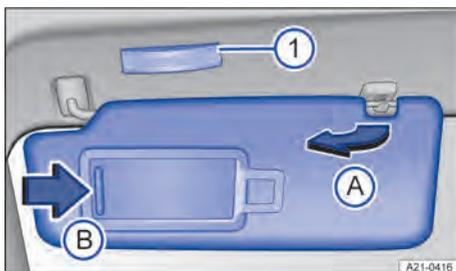

Fig. 87 No revestimento do teto dianteiro: para-sol.
2. Desencaixar do suporte e rebater na direção das portas → Fig. 87 Ⓐ.
1. Empurrar a cobertura no sentido da seta → Fig. 87 Ⓑ.
A lanterna → Fig. 87 ① se apaga quando a cobertura do espelho de cortesia for fechada ou o para-sol for virado para cima.